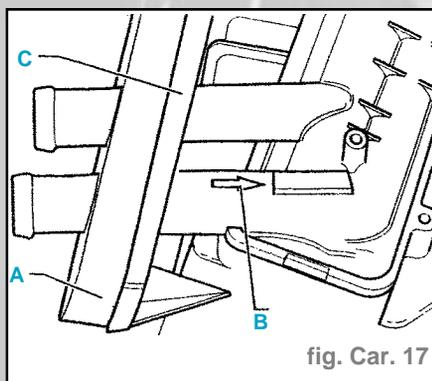

fig. Car. 17
- Remplacer le joint (A) et s'assurer qu'il porte impeccablement sur la surface d'appui (C) (fig. Car. 17).